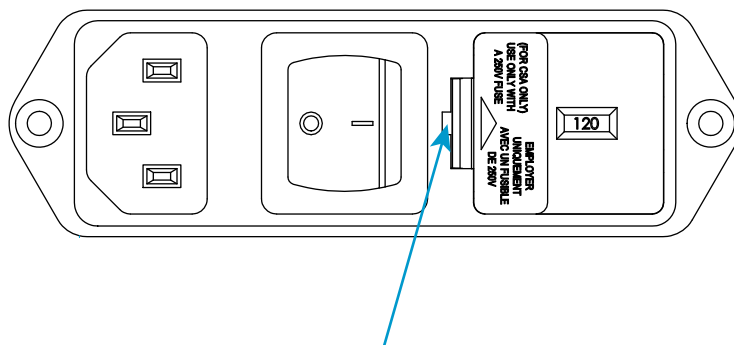

Figura 5. Estrazione del portafusibili
1. Accertarsi che l'interruttore di alimentazione sia in posizione Off (0) e scollegare il cavo dall'alimentazione. Verificare che nessun LED sia illuminato sul pannello indicatore.
2. Inserire un piccolo cacciavite a testa piatta nello slot indicato nella Figura 5 a pagina 38 e spingere fuori il portafusibili.